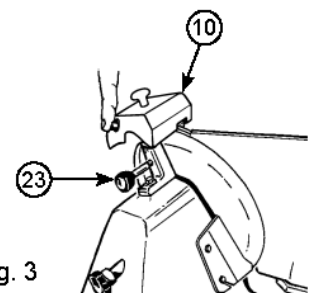

Fig. 3
- Nach dem Schleifen, ziehen Sie die Schärfer-Gruppe (10) zurück in die Ausgangsposition, siehe Abbildung 3. und reinigen Sie den Rand der Klinge und die Räder mit Alkohol.